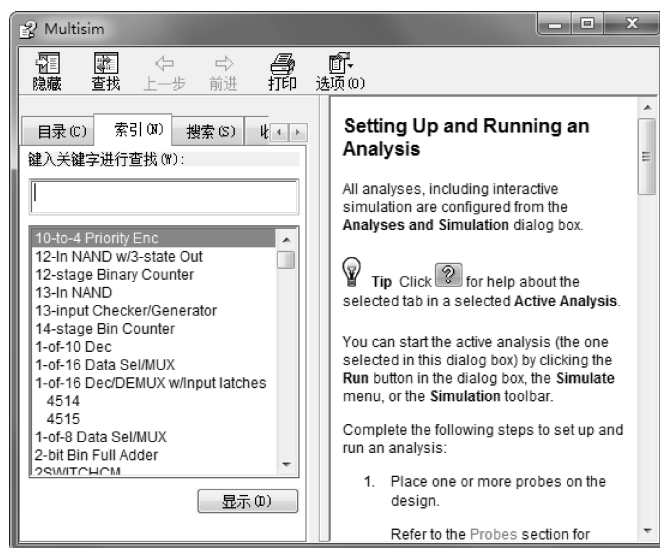

图 9-31 帮助文件
-  **Help**：单击该按钮，弹出帮助文件窗口，如图 9-31 所示。